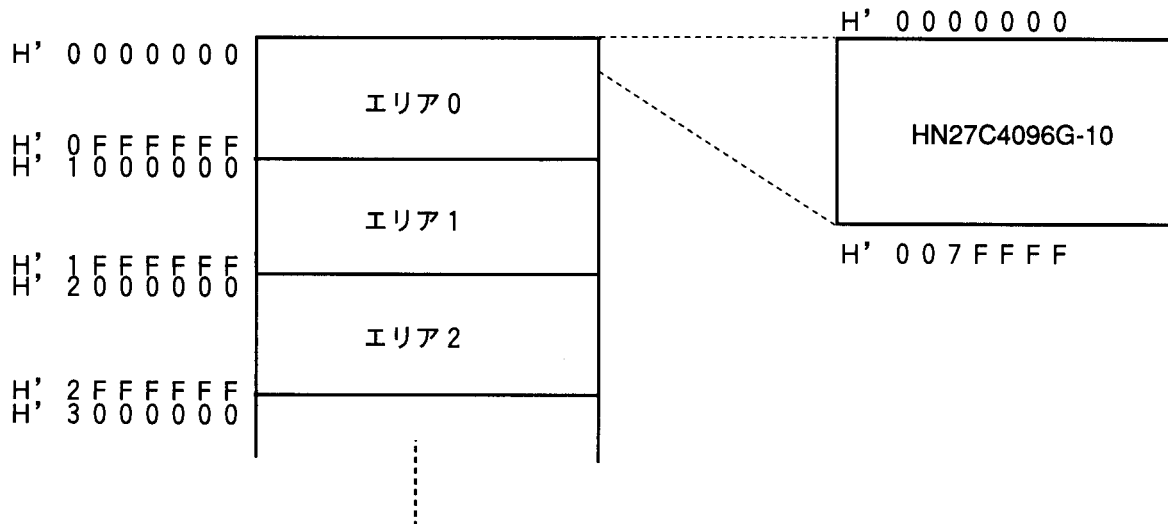

図2 メモリマップ
- (2) 図2に示すように、SH7034のメモリ空間のうち、エリア0 (H' 00000000 ~ H' 007FFFFF)に割り付けます。また、エリア0のバスステートコントローラを以下のように設定します。